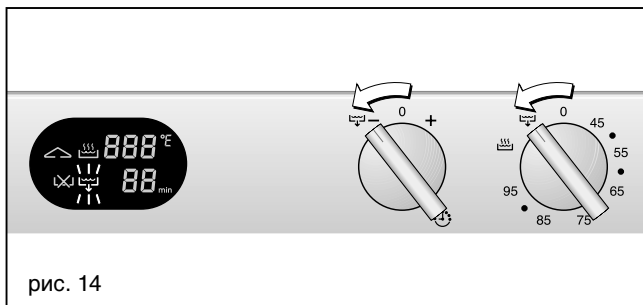

рис. 14
- Поверните ручку „Время” влево в положение и держите ее в этом положении (рис. 14).